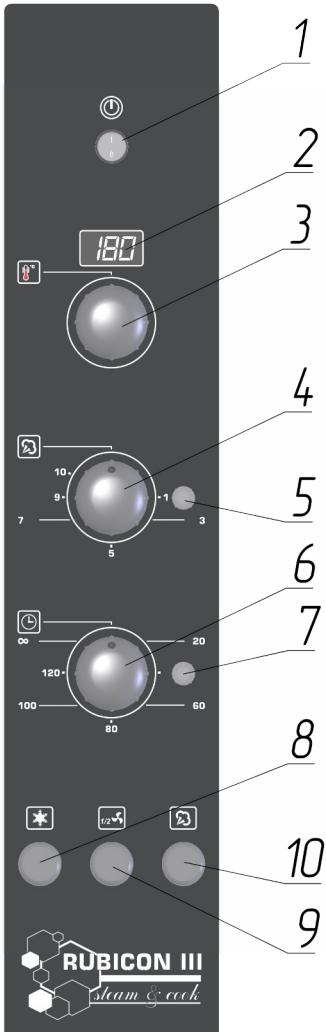

Рис. 2 Панель управления
4.1. Управление пароконвектоматом осуществляется с панели управления, которая представлена на рис.2